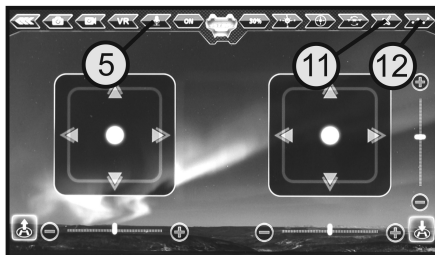

Figure 28
Lorsque le bouton du mode Tracking (voir figure 28 pos. 12) est activé, le levier de commande de droite est masqué. La trajectoire de vol (1) peut alors être dessinée sur le Smartphone à l'aide du doigt. Dès que vous retirez votre doigt de l'écran, le quadricoptère vole suivant la trajectoire enregistrée. Lorsque vous touchez de nouveau l'écran, la première trajectoire s'efface et une nouvelle peut alors être dessinée.